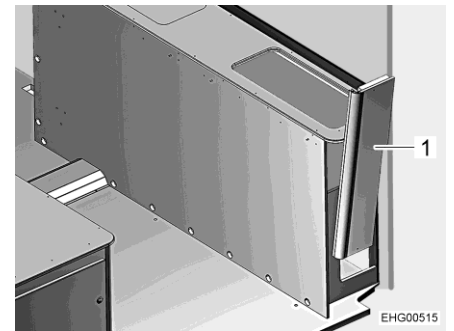

Fig. 118 Armazón de la cama a la derecha, pared lateral
- Retirar la pared lateral (Fig. 118,1) hacia arriba traqueteándola ligeramente.